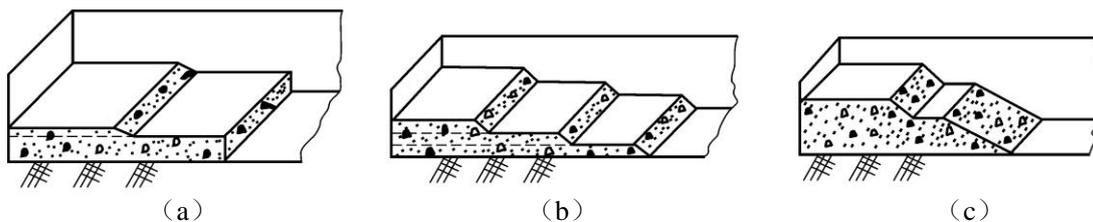

图 1 大块体钢筋混凝土地基的 3 种浇筑方法
(1) 全面分层浇筑，如图 1(a) 所示，即在第一层混凝土全部浇筑完毕以后，再回头浇筑第二层混凝土，如此逐层连续地浇筑混凝土，直至完工。采用该浇筑混凝土方法时，地基的结构平面尺寸一般不宜太大。在进行浇筑施工时，从短边开始、沿长边方向进行较为合适。在必要时，也可以分两段浇筑，即同时向中间相向浇筑。
(2) 分段分层浇筑，如图 1(b) 所示。这种浇筑方法适合于厚度不大而面积或者长度较大的地基结构。该浇筑方法是从底层开始浇筑混凝土，浇筑 2~3 m 后就回头浇筑第二层，如此再依次浇筑以上各层。由于该浇筑方法中，总的浇筑层数不多，所以，当浇筑到地基顶部以后，第一层末端混凝土还未初凝，这样又可以从第二段分层浇筑。对于该浇筑方法，单位时间内要求供应的混凝土量较少，不会像全面分层浇筑方法那样需要集中供料。
(3) 斜面分层浇筑, 如图 1(c)所示。对于这种浇筑方法, 要求地基斜面的坡度不大于  $1/3$ , 故而适用于地基的结构长度为厚度 3 倍以上的情况。采用这种浇筑方法时, 振捣工作要从浇筑层斜面的下端开始, 再逐渐上移, 以保证混凝土的浇筑质量。